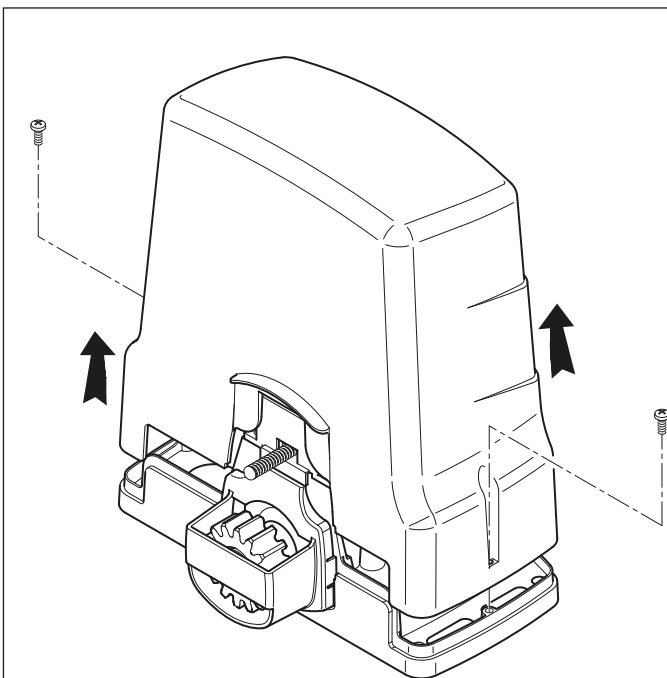
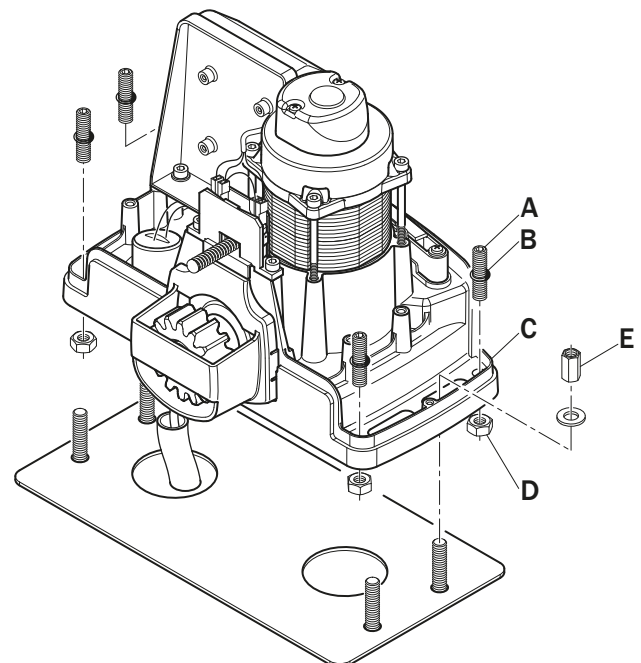

FIG. 1
FIG. 2
- Dévisser les vis du couvercle et le retirer en tirant vers le haut, comme indiqué dans la fig. 1. Vérifier que les six pieds de réglage ne dépassent pas de la base du motoréducteur.
- Insérer les joints O-Ring (B) sur les vis M10x40 (A). Insérer les vis dans les angles du motoréducteur (C) et les bloquer avec les écrous M10 (D).
- Positionner le H30 sur les 4 tirants, comme indiqué dans la fig. 2. Si nécessaire, dévisser les écrous de la plaque de fondation.
- Serrer l'espaceur M10 (E).
- Desenrosque los tornillos de la tapa y quítela extrayéndola hacia arriba, como se indica en la fig. 1. Compruebe que las seis patas de ajuste no sobresalgan de la base del motorreductor.
- Colocar la juntas tóricas (B) en los tornillos M10x40 (A). Insertar los tornillos en las esquinas del motor (C) y asegurarlos con tuercas M10 (D).
- Coloque el H30 en los 4 tirantes, como se indica en la fig. 2. Si es necesario, desenrosque las tuercas de la placa de cimentación.
- Fijar los espaciadores M10 (E).
- Desenrosque os parafusos da tampa e retire-a puxando para cima, conforme indicado na fig. 1. Controle que os seis pés de nivelamento não saiam da base do moto-reductor.
- Introduzir as juntas circulares (B) em los parafusos M10x40 (A). Introduzir os parafusos nos cantos do motorreductor (C) e prendê-los com as porcas M10 (D).
- Posicione o H30 nos 4 tirantes, conforme indicado na fig. 2. Se necessário, desenrosque as porcas da chapa de base.
- Apertar os espaçador M10 (E).
- Per un corretto allineamento e passo tra due pezzi di cremagliera, si consiglia di utilizzare un elemento di raccordo in fase di fissaggio come indicato in fig. 1.